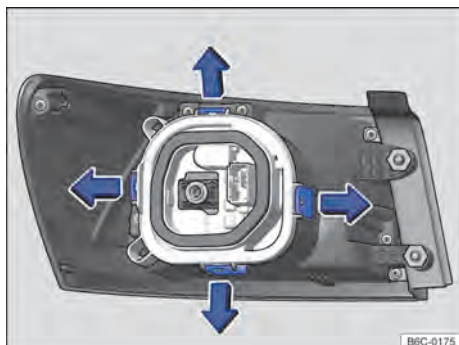

Fig. 169 Lanterna traseira: desinstalar o suporte das lâmpadas
-  Para destravar o suporte das lâmpadas, pressionar cada lingueta de travamento → Fig. 169 no sentido das setas.
-  Instalar o suporte das lâmpadas na lanterna traseira. As linguetas de travamento → Fig. 169 devem encaixar de forma audível.